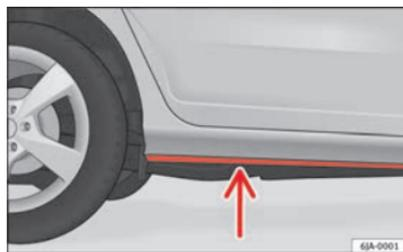

Fig. 113 Passar a vau
- Determine a profundidade da água antes de entrar. A água pode alcançar, no máximo, a longarina inferior do veículo ⇒ Fig. 113;